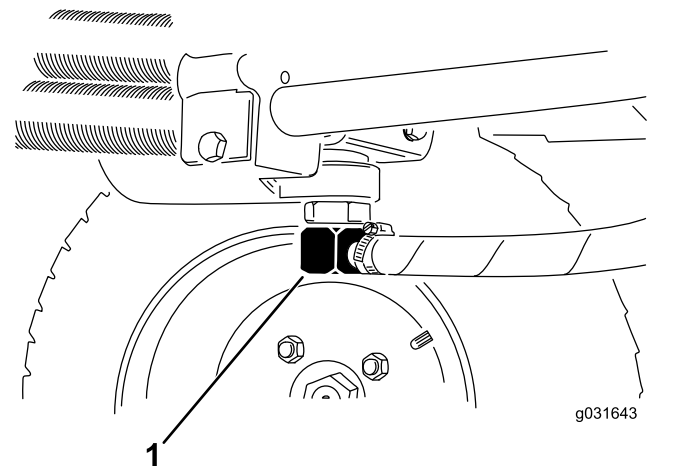
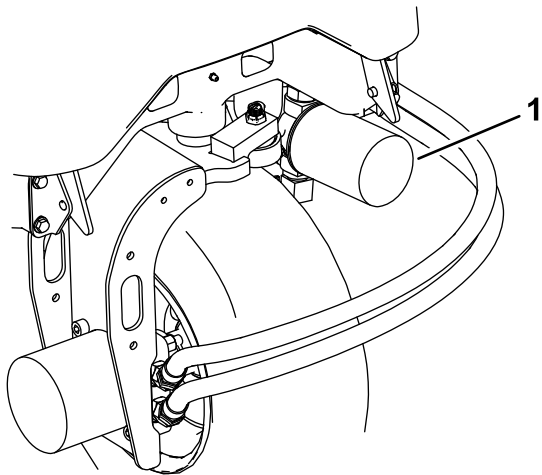

Figure 64
Figure 66
2. Débranchez la conduite hydraulique ou enlevez le filtre hydraulique et laissez couler l'huile dans un bac de vidange (Figure 66 et Figure 64).
3. Rebranchez la conduite hydraulique quand la vidange est terminée (Figure 64).
- Nettoyez la surface autour de la zone de montage du filtre et déposez le filtre (Figure 66).